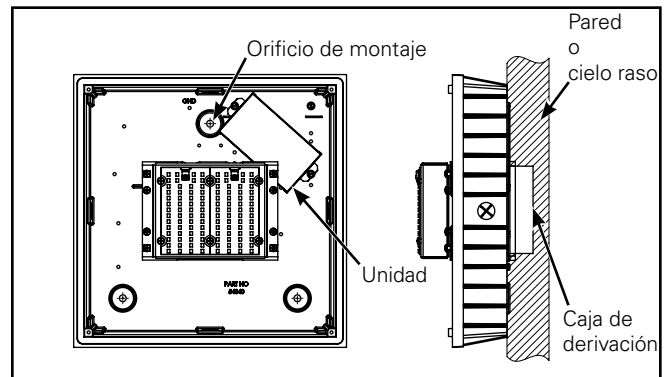

Figura 7.
4. Centre la carcasa de fundición sobre el cielo raso plano y liso o la pared sobre la caja de conexiones. Use la carcasa de fundición de montaje como planilla para conocer la ubicación de colocación de las fijaciones (Figura 7).